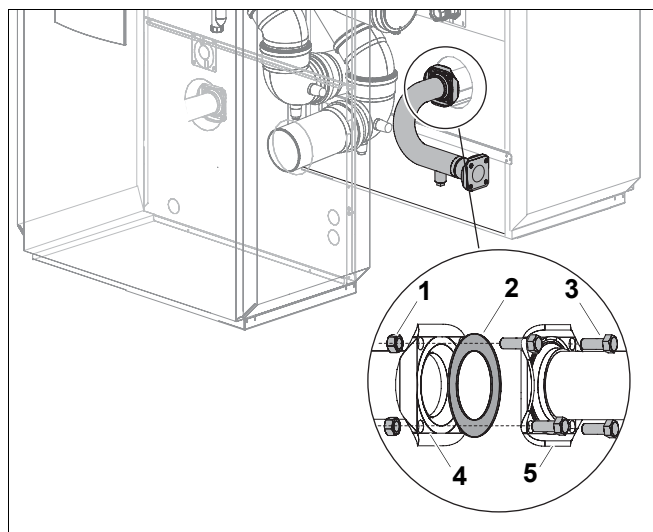

Рис. 9 Подключение трубы обратной линии к первому котлу
- Установите уплотнение (рис. 9, **поз. 2**) на обратную линию отопительного котла.
- Соедините четырьмя болтами (рис. 9, **поз. 3**) и гайками (рис. 9, **поз. 1**) фланец трубы обратной линии (рис. 9, **поз. 5**) с фланцем обратной линии на котле (рис. 9, **поз. 4**).